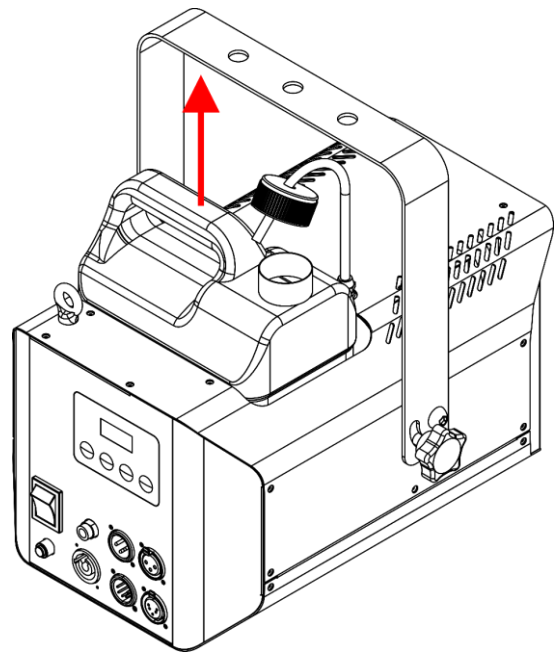

Fig. 15
- 03) Retirez le réservoir de liquide, comme indiqué sur la Fig. 15.